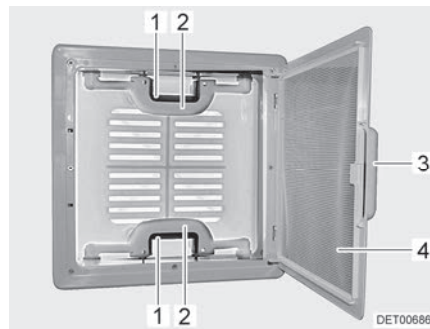

Bild 18 Dachhaube mit Schnappverschluss
- Am Griff (Bild 18,3) ziehen.
- Insektenschutz (Bild 18,4) nach unten klappen.
- Schnappverschluss (Bild 18,1) zur Innenseite der Dachhaube drücken. Gleichzeitig mit dem Griff (Bild 18,2) die Dachhaube nach oben drücken.
- Insektenschutz (Bild 18,4) nach oben schwenken, bis er einrastet.
- An beiden Griffen (Bild 18,2) die Dachhaube kräftig nach unten ziehen, bis beide Schnappverschlüsse (Bild 18,1) eingerastet sind.